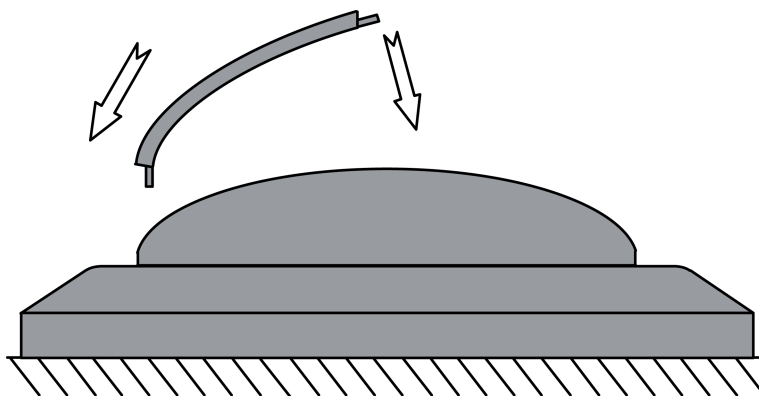

Bild 15: Montera avskärmning 90°
- Montera avskärmning (bild 15). Registreringsvinkel ca 90°.